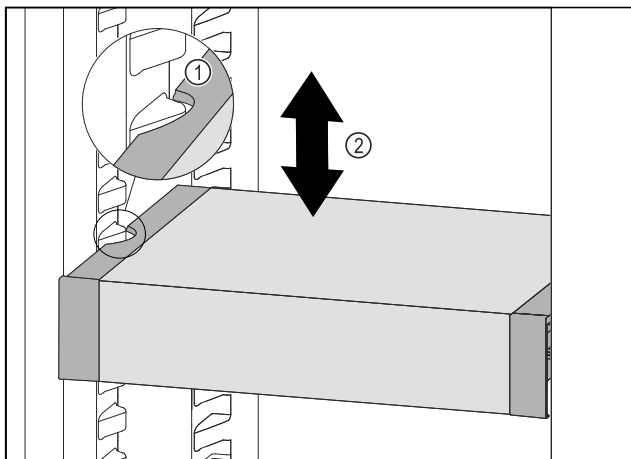

Fig. 133
- ▶ Predal VarioSafe povlecite v smeri naprej, dokler nista stranska izreza predala VarioSafe na višini nastavka za posodo v hladilniku. Fig. 133 (1)
- ▶ Predal VarioSafe premikajte v hladilniku gor ali dol, dokler ne dosežete zelene višine. Fig. 133 (2)